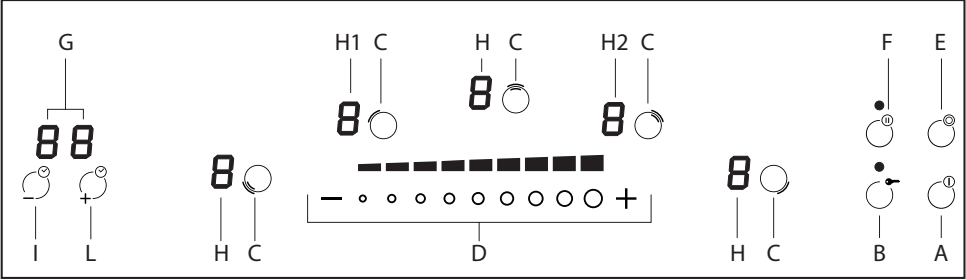

FIG.5
• USO (Fig. 5)
- Nei display **H1** e **H2** (Fig.5) verrà visualizzata la potenza corrente. Il display **H1** indica le migliaia mentre il display **H2** indica le centinaia (es. 28 = 2800W).